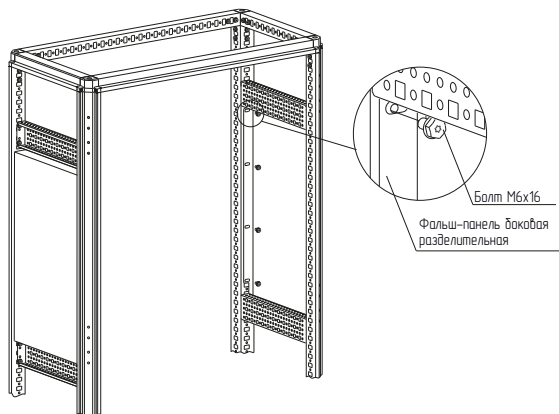

Рисунок 1
- вариант 1. Болтами самонарезающими М6×16 (рисунок 1). Момент затяжки – 7 Н·м. Болты приобрести отдельно;